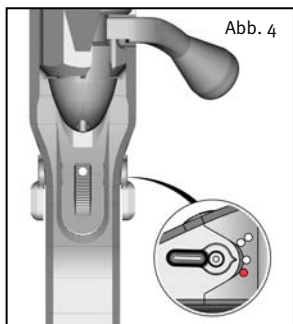

Abb. 4
**Sicherungs-Stellung** (Abb. 4):
1. Drehen Sie das Sicherungsrad der Waffe auf Sicherungs-Stellung (Abb. 4).
Falls nach dem Schuss ein Nachladen erforderlich ist, öffnen Sie den Verschluss. Durch Zurückziehen des Verschlusses wird die abgeschossene Patronenhülse ausgezogen und ausgeworfen. Beim Vorschieben des Verschlusses wird eine neue Patrone in das Patronenlager des Laufes eingeführt. Verriegeln Sie wieder den Verschluss durch Verdrehen des Kammergriffes. Drehen Sie die Sicherung auf Sicherungs-Stellung (Abb. 4).
Die Waffe ist erneut geladen, gespannt und gesichert. Wird die Waffe entsichert, der Schuss unterbleibt jedoch, ist sofort wieder zu sichern (Abb. 4).
1. Drehen Sie die Sicherung in die Sicherungsstellung (Abb. 4).
4. Drehen Sie die Sicherung in die Sicherungs-Stellung (Abb. 4).